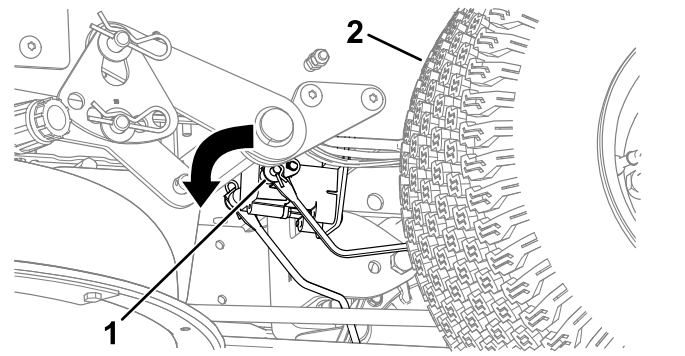

Figura 46
3. Localice el eje del freno eléctrico al que están conectados los brazos de enganche de los frenos (Figura 46).